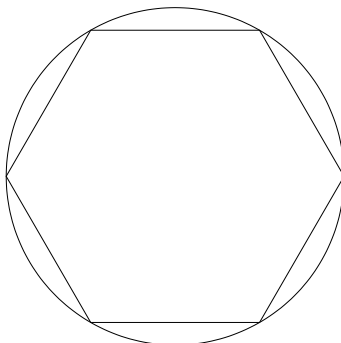

图3-70 绘制正六边形
**03** 单击“绘图”工具栏中的“多边形”按钮，配合“圆心捕捉”功能，捕捉圆的圆心作为中心点，绘制内接于圆的正六边形，如图3-70所示，命令行操作如下。